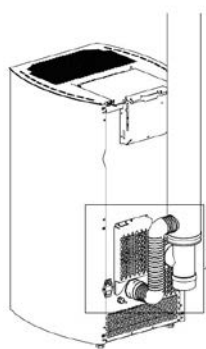
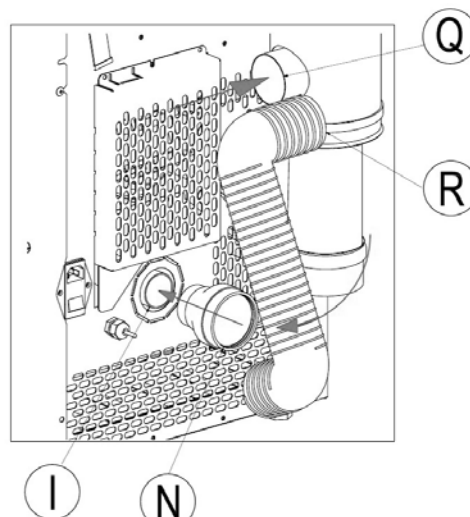

Fig. 11 - Tuyau flexible
Fig. 12 - Branchements
- En ce qui concerne les BRANCHEMENTS des tuyaux et conduits, voir **Fig. 11**.
LÉGENDE	Fig. 11 - Fig. 12